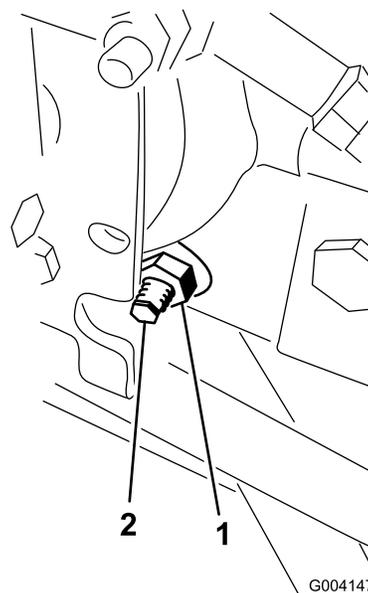

図 92
3. ハイドロスタットの右側にあるトラクション調整カムのロックナットをゆるめる 図 92。